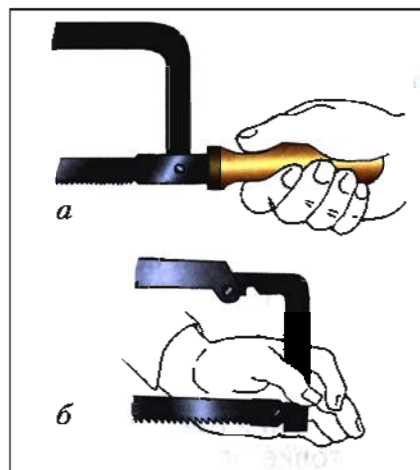

**Рис. 127.** Устройство слесарной ножовки: 1 — рамка, 2 — ножовочное полотно, 3 — ручка, 4 — штифт крепления полотна, 5 — натяжная гайка
Заготовки из проката можно распиливать, или разрезать, *слесарной ножовкой*. Слесарная ножовка (ножовка по металлу) состоит из рамки, ножовочного полотна и хвостовика с ручкой (рис. 127).
*Ножовочное полотно* изготавливается из тонкой полосы инструментальной стали и имеет отверстия для крепления на концах. На кромке полотна насечены наклонные зубья. Через отверстия полотна штифтами крепится к рамке и натягивается гайкой. Его устанавливают так, чтобы зубья ножовки были наклонены вперёд (см. рис. 127). Натягивают полотно ножовки с помощью барашковой натяжной гайки.